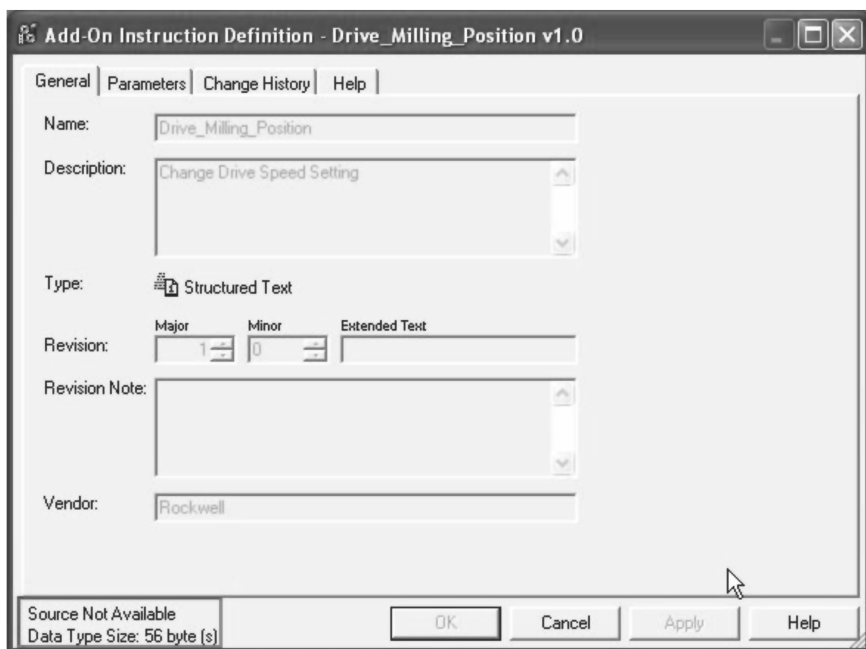

图 22-20 指令定义对话框
33. 双击 Drive_Milling_Position。将打开指令定义对话框,但该对话框会灰显,并且左下角会提示“源代码不可用”(Source Not Available),如图22-20所示。